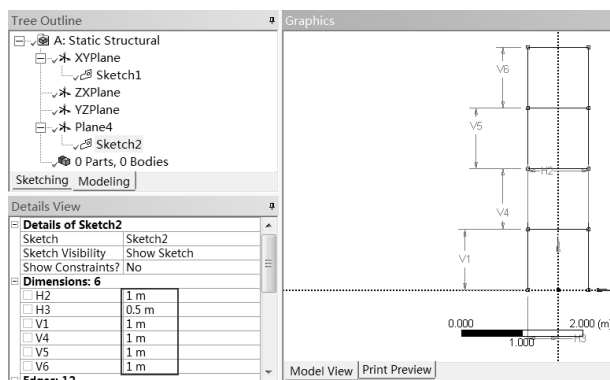

图 5-51 新平面草绘
Step16：在 Plane4 上绘制如上所述的线条，绘制完成后如图 5-51 所示。